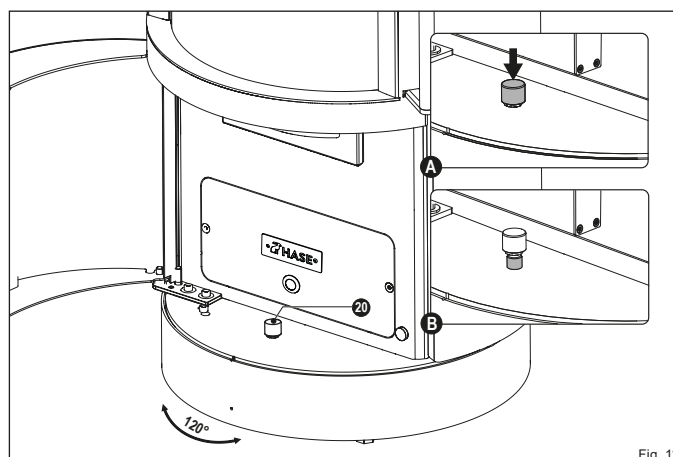

Fig. 12
Le bouton (18) de la console rotative est en position verrouillée à la livraison (Fig. 12) :
- Appuyez sur le bouton (20) pour libérer le verrouillage (Section A).
- ✓ Lorsque vous avez atteint le réglage souhaité, appuyez à nouveau sur le bouton (20) pour verrouiller à nouveau la console rotative.
Le poêle a un angle de rotation maximal de 120 degrés (Fig. 12).